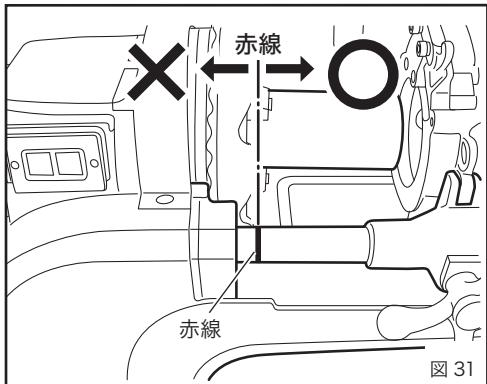

図 31
- 受けパイプの赤線が往復台でかくれた位置からねじ切りを開始すると、ねじが切れ上がるまでに往復台が主軸台に当たり、事故や破損の原因になります。(図 31)
受けパイプの赤線が往復台でかくれた位置からねじ切りを開始すると、ねじが切れ上がるまでに往復台が主軸台に当たり、事故や破損の原因となります。(P15 図 31)